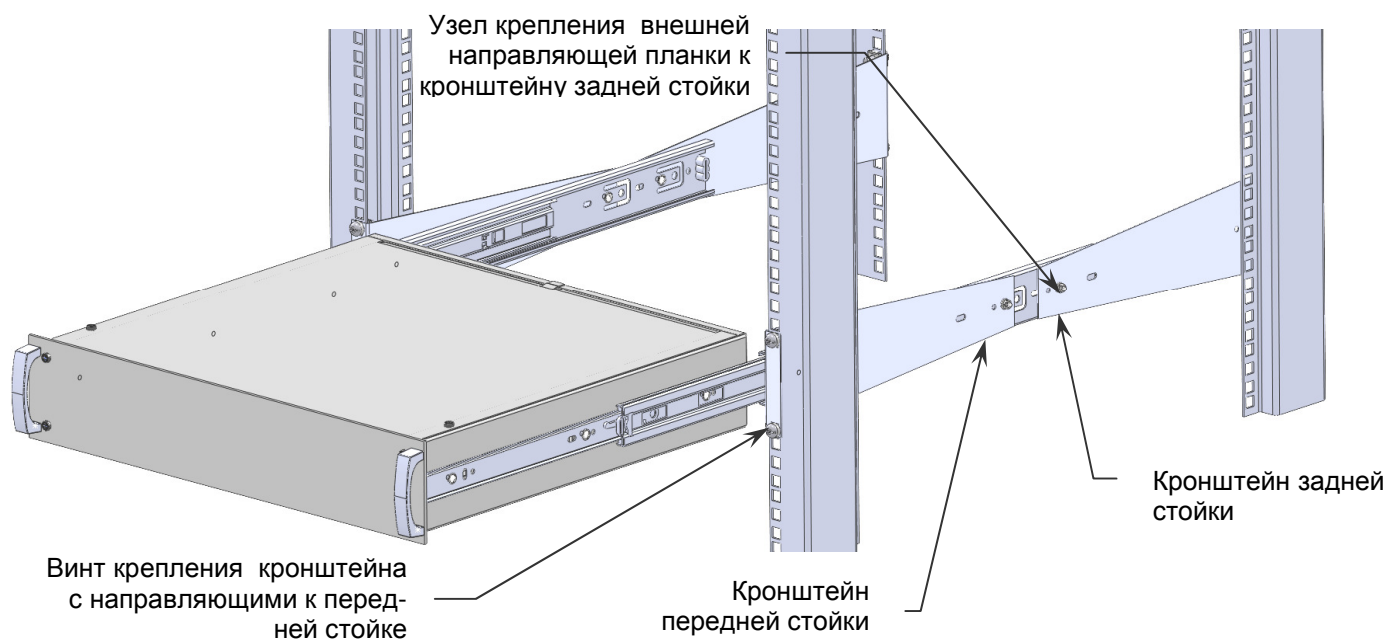

Рисунок 3 - Пример встраивания отсека в телекоммуникационную стойку
Отсек рекомендуется размещать в 19" шкафу или стойке, в месте, с ограниченным доступом посторонних лиц. Отсек устанавливается в стойке на четырех кронштейнах (см. рисунок 3).
4. Закрепить на задних стойках кронштейны нужного размера из комплекта поставки таким образом, чтобы они находились на одном уровне с кронштейнами, установленными на передних стойках (см. рисунок 3).
7. Вставить отсек внутренними направляющими планками, закрепленными на корпусе, в подвижные части внешних направляющих, установленных в стойке, и задвинуть отсек внутрь стойки до фиксации деблокировочным рычагом (см. рисунок 3).